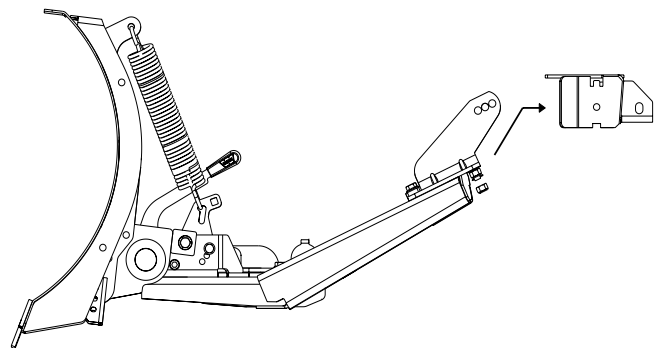

Figure 6
3. Éteignez le véhicule et serrez le frein à main. Soulevez le côté bride de kit de montage de lame du tube poussoir jusqu'au kit de montage de lame du véhicule. Insérez la bride de kit de montage de lame dans le récepteur de kit de montage de lame. Voir la figure 6.